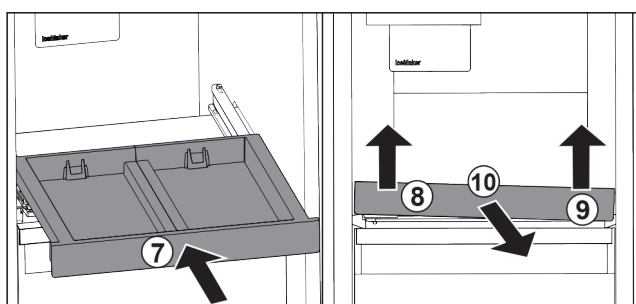

Fig. 27
- Rentrer le compartiment coulissant. Fig. 27 (7)
- Soulever le compartiment coulissant au niveau de la partie avant gauche. Fig. 27 (8)
- Soulever le compartiment coulissant au niveau de la partie avant droite. Fig. 27 (9)
- Retirer le compartiment coulissant par l'avant. Fig. 27 (10)